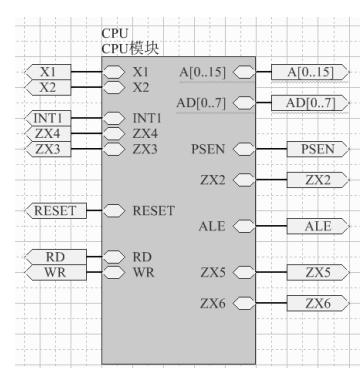

图 5-81 端口和内部 I/O 端口对应连接
(6) 执行快捷命令“PW”，端口和内部 I/O 端口对应连接，如图 5-81 所示。